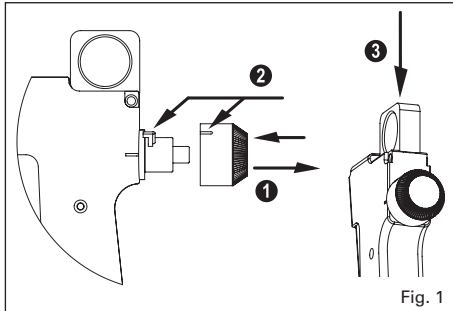
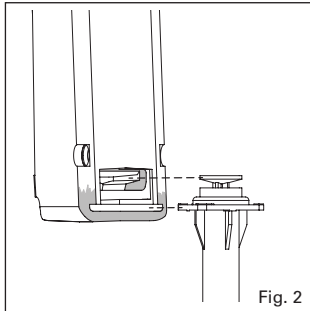

Fig. 1
Fig. 2
Inserting the syringe and setting button (Fig. 1, 2, 3)
- 1 Select button (3) and colour matching syringe (5) according to the volume to be delivered.
- 2 Insert button (3) on shaft as shown in Fig.1 make sure guide (8) enters slot (9) in button. To remove button, just pull out strongly.
- 3 Slide rod (2) down until it stops.
- 4 Insert syringe (5) into recess (4) until it stops (Fig. 2).
Aufsetzen des Einstellknopfes und der Spritze (Abb. 1, 2, 3)
- 1 Einstellknopf (3) und gleichfarbige Spritze (5) dem gewünschten Dosiervolumen entsprechend wählen.
- 2 Einstellknopf (3) wie in Abb.1 gezeigt aufsetzen. Führungsgrippe (8) in Schlitz (9) des Knopfes einfügen.
- 3 Drehknopf wird durch kräftiges Ziehen entfernt. Stange (2) muss bis zum Anschlag nach unten geschoben sein.
- 4 Spritze (5) in Halterung (4) bis zum Anschlag einschieben. (Abb. 2).
Fixation du bouton et de la seringue (Fig. 1, 2, 3)
- 1 Sélectionner le bouton (3) et la seringue (5) de même couleur selon le volume désiré.
- 2 Engager le bouton (3) sur le Stepper selon fig. 1 en veillant à ce que la languette (8) entre dans la fente (9) du bouton. Le bouton s'enlève par une forte traction en arrière.
- 3 Pousser à fond la tige à anneau (2) vers le bas.
- 4 Glisser à fond la seringue (5) dans le logement (4) du Stepper (Fig. 2).